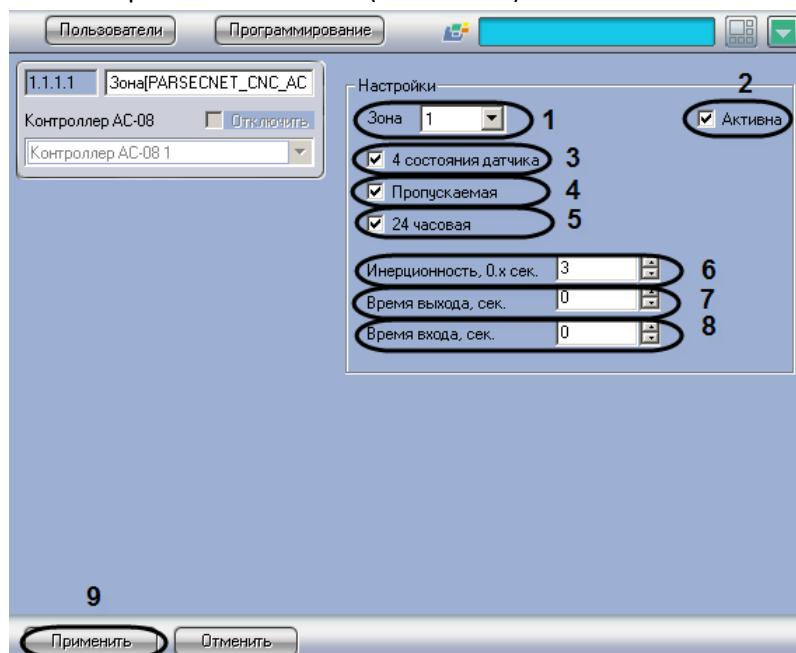

Рис. 3.5—9 Панель настроек объекта Зона
- Из раскрывающегося списка объекта **Зона** выбрать порядковый номер охранной зоны (см.Рис. 3.5—9,1).
- Установить флажок **Активна**, если необходима активация охранной зоны (см.Рис. 3.5—9,2).